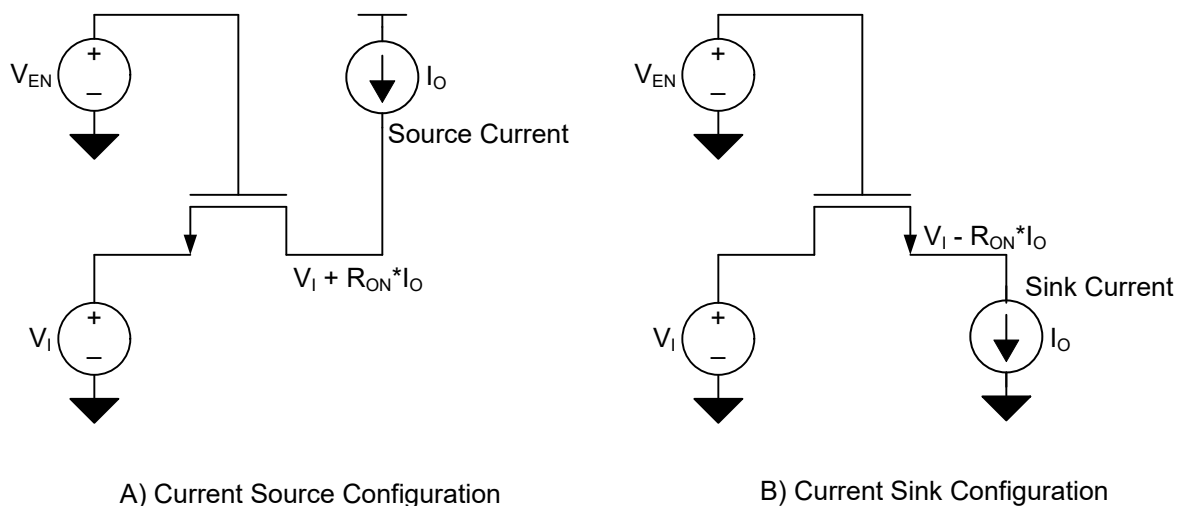

图 7-1. 用于直接 R_{ON} 测量的拉电流和灌电流配置
- (1) 所有典型值均在 T_A=25°C 下测得。
- (2) 在流过开关的指示电流下, 通过 SCL1 和 SCL2 或 SDA1 和 SDA2 端子之间的电压降来测量。最小导通状态电阻由两个端子的最低电压决定。
- (3) 仅在拉电流配置中测量。参阅图 7-1
- (4) 仅在灌电流配置中测量。参阅图 7-1